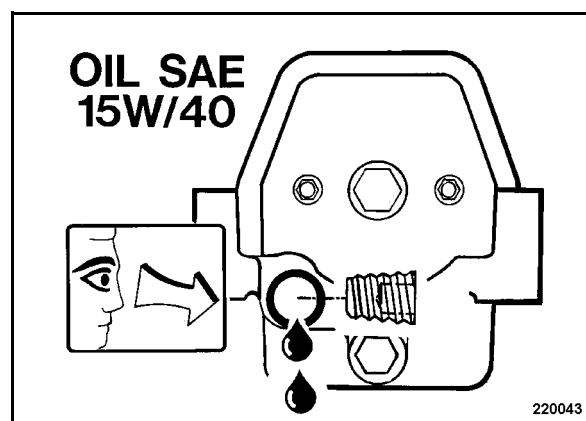

рис. 43
- Вывинтить винт (рис. 43) и проверить уровень масла.